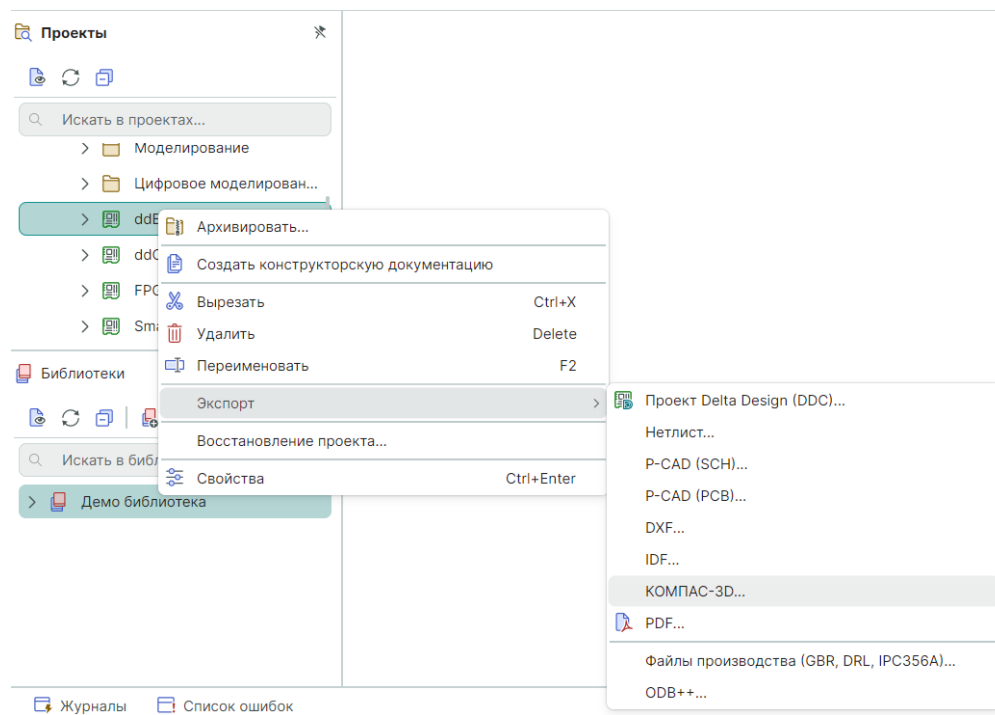

Рис. 1 Вызов экспорта платы проекта Delta Design
1. Вызовите контекстное меню с выбранного проекта платы Delta Design и выберите «Экспорт» → «Компас 3D...», см. Рис. 1.